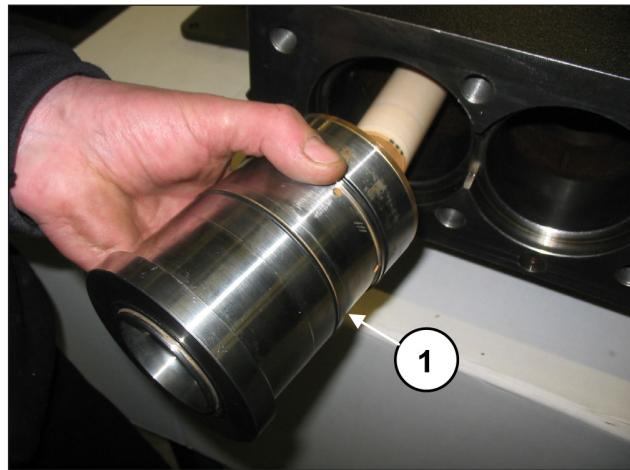

图 159
插入先前组装的缸套/密封圈底座单元(包括两个专用O形圈)直至到底(位置①, 图 159)